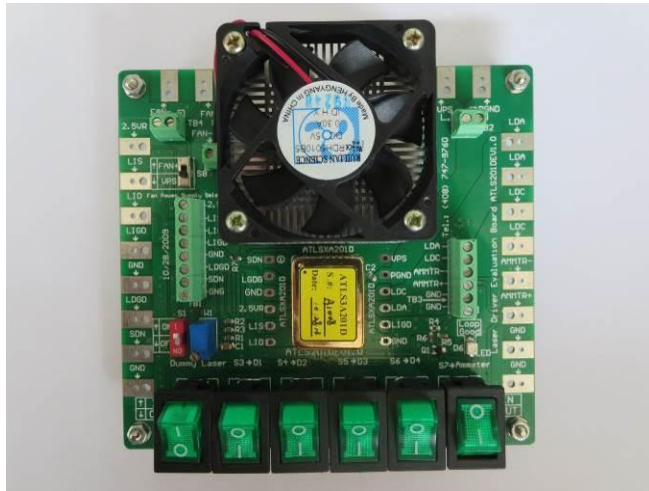

图 1、ATLS201DEV1.0 的实物图片
ATLS201DEV1.0 评估板由一个可以驱动激光二极管的完整应用电路组成。它可以设置和监测输出电流，有一个指示驱动器的工作状态的 LED，有许多用于连接外部元件和仪器的焊盘和端子。图 1 所示为 ATLS201DEV1.0 的实物照片。
1、接通电源。上部中央区域的边缘有 2 个焊盘用于连接电源。可以通过夹子或焊接在焊盘上来连接，或者用螺丝通过端子 TB2 固定 2 根电线，参见图 1。通常设置为 5V 供电。如果确认最大输出电压总是处于较低的值，例如 2.5V，则可以使用比最大输出电压高大约 1V 的电源供电，即 3.5V。当使用较低电压的电源时，驱动器的功耗会变小，因此驱动器将在较低的温升下工作。